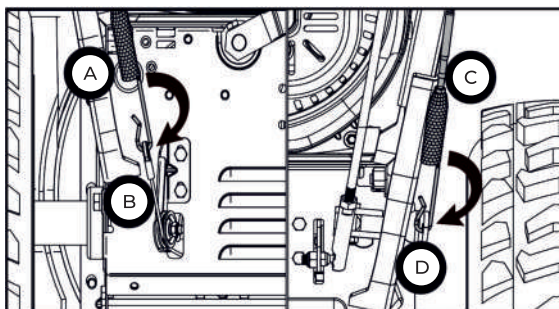

Рис. 6
4) Прикрепите левый трос (рис. 6А) к ответной части снизу слева устройства (рис. 6В). Правый трос (рис. 6С) прикрепите к ответной части снизу справа устройства (рис. 6Д).